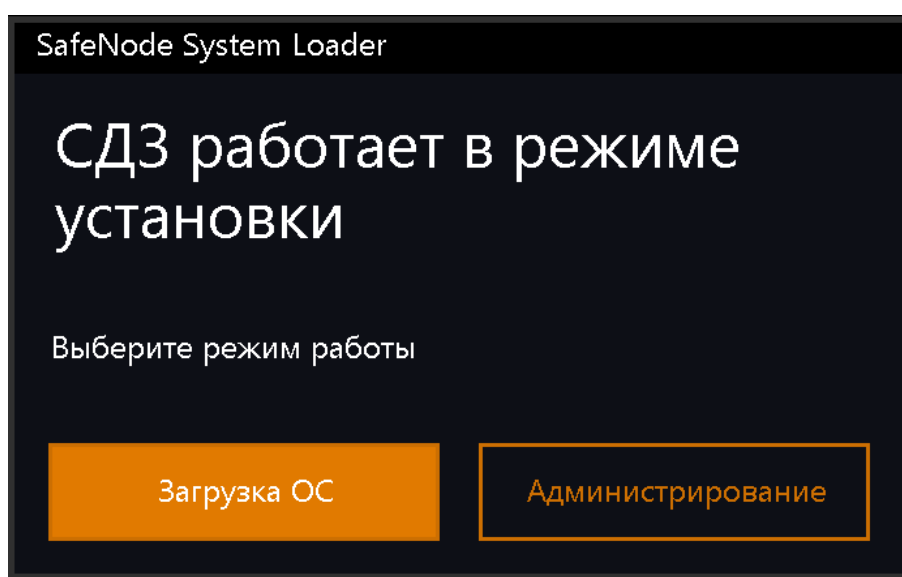

Рисунок 3.8 – Информационное сообщение о работе изделия в режиме установки
3.3.2 После перезагрузки ЭВМ появится информационное сообщение о работе изделия в режиме установки (рисунок 3.8).